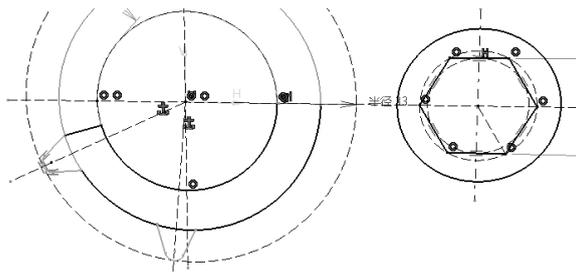

图 5-142
- 设置“实例”参数, 并旋转坐标系原点作为旋转中心点, 输入角度“值”为 60, 单击“确定”按钮完成旋转复制, 如图 5-142 所示。